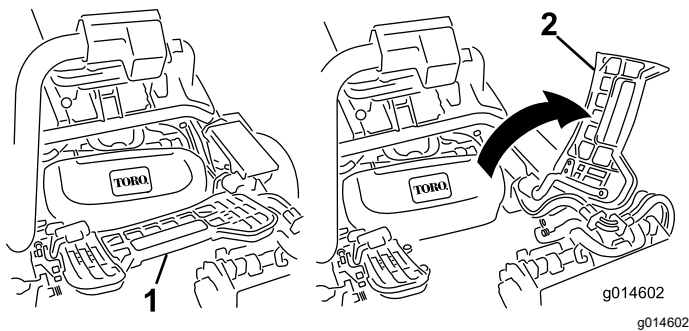

図 51
1. フットレストを跳ね上げて開き、中央カッティングユニット取り付け位置へのアクセスを確保する 図 51。